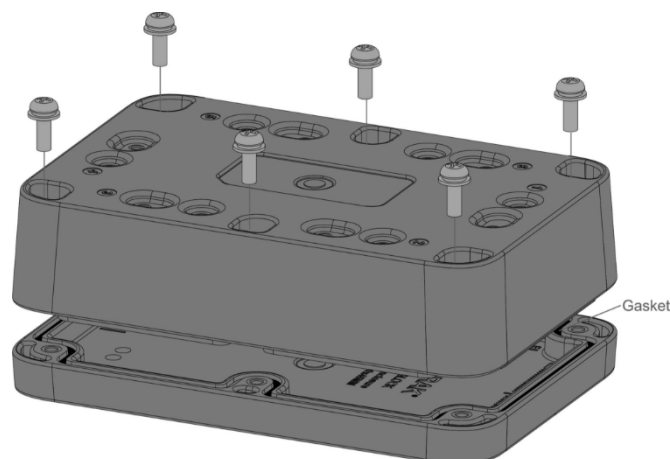

Abbildung 11: Schließen des WisBlock Unify-Gehäuses
Schließen Sie schließlich das WisBlock Unify-Gehäuse mit dem oberen Deckel und sechs (6) M4 x 8 mm-Kopfschrauben mit Unterlegscheibe, wie in Abbildung 11 dargestellt.